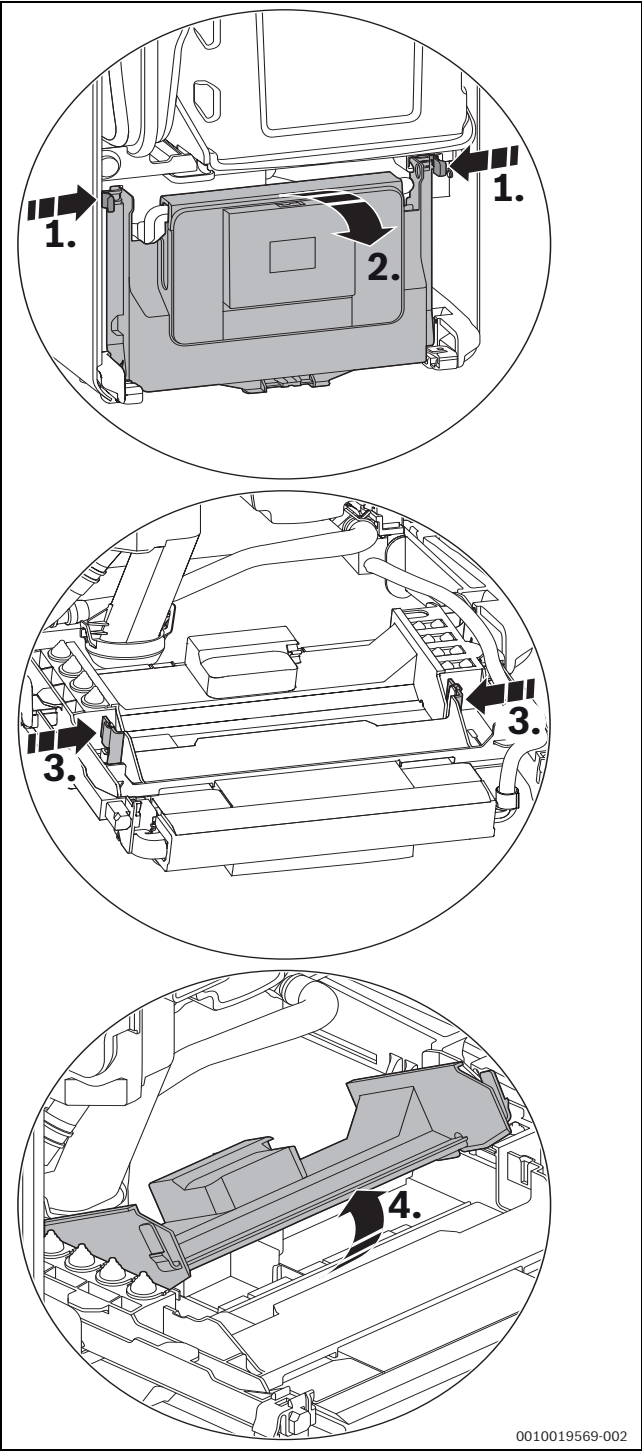

Fig. 27 Abrir o aparelho de comando
- ▶ Inclinar o painel de controlo para baixo (→ fig. 27).